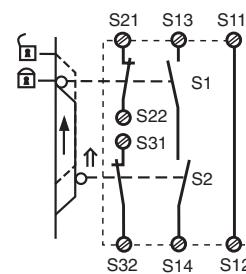

Fig. 7: Control de puerta protectora bicanal, rearne automático/Controllo bicanale riparo mobile, start automático/Tweekanalige hekbewaking, automatische start
- Fig. 7: Rearne automático para el control de puerta protectora: El dispositivo está preparado para rearnearse con la puerta de protección abierta por medio del circuito de rearne S13-S14. Después de cerrarse los circuitos de entrada S11-S12, S21-S22 y S31-S32 se cerrarán los contactos de seguridad.
- Fig. 7: start automatico per controllo ripari mobili: Con riparo mobile aperto, il dispositivo è pronto per lo start attraverso il circuito di start S13-S14. Dopo la chiusura dei circuiti di ingresso S11-S12, S21-S22 e S31-S32 i contatti di sicurezza vengono chiusi.
- Fig. 7: Automatische start bij hekbewaking: